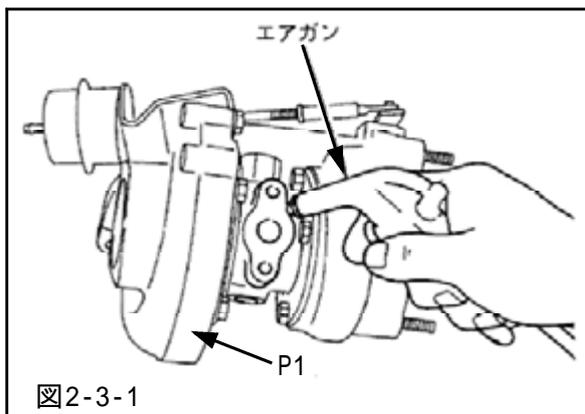

図2-3-1
- ・ターボチャージャ Assy(以下T/C Assy)に取付けるエクステンション, サクションパイプ, ウォータライン, オイルラインにエアガンでエアブローを行ない、異物がないことを確認してください。(図2-3-1)
- (1)T/C Assyのコンプレッサーホイール, タービンホイール, コンプレッサーハウジング, タービンハウジングセンターハウジングにもエアガンでエアブローを行ない, 異物がないことを確認してください。
- (2)T/C Assyのオイルライン入口から, 新品のエンジンオイルを注入し, ホイールを指で回転させ, ベアリング内部にオイルを行き渡らせてください。(エンジン始動時の潤滑不良を防止するため)